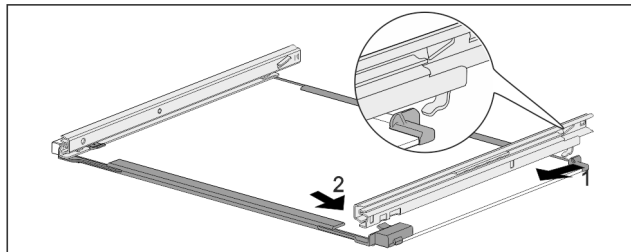

Fig. 191 Skleněná deska s kolejničkami
- ▶ Zahákněte kolejničku vzadu. Fig. 191 (1)
- ▶ Zaklapněte kolejničku vpředu. Fig. 191 (2)